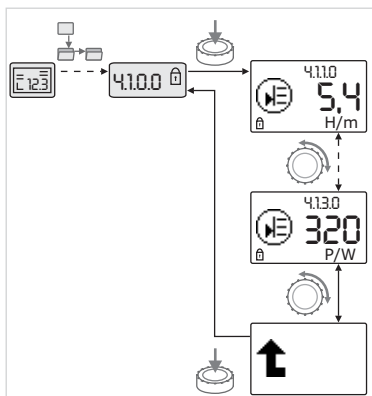

Fig. 40: Appeler des informations
- Une rotation du bouton de commande permet de faire défiler les éléments de menu de type « Information » du sous-menu actuel (voir Fig. 40). Pour des explications sur les réglages représentés par des symboles, voir le tableau au chapitre 8.7 « Référence des éléments de menu » à la page 164.